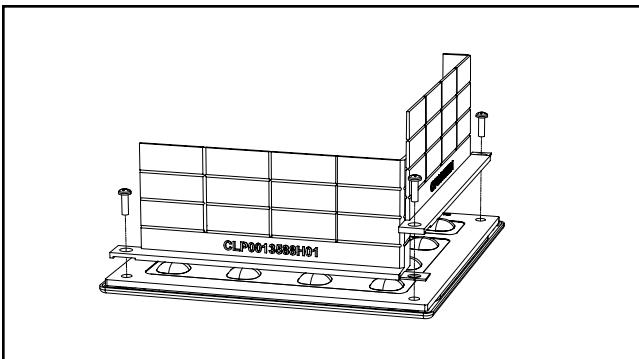

Figure 3.
9. Si plusieurs écrans sont nécessaires sur un seul luminaire carré, assurez-vous que les languettes se chevauchent correctement pour assurer une bonne installation (Fig. 3).